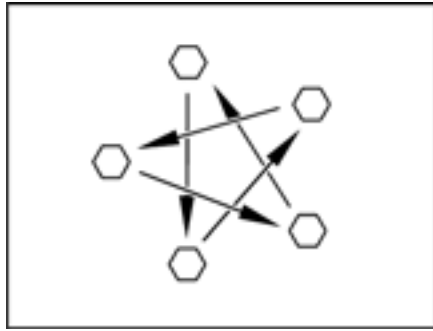

Bild 172 Radmuttern oder Radschrauben über Kreuz anziehen
- Radmuttern oder Radschrauben regelmäßig auf festen Sitz prüfen. Radmuttern oder Radschrauben eines ausgewechselten Rades nach 50 km über Kreuz nachziehen (Bild 172). Anzugsdrehmoment siehe Abschnitt 15.5.2.
- ▷ Radmuttern oder Radschrauben über Kreuz anziehen (Bild 172).